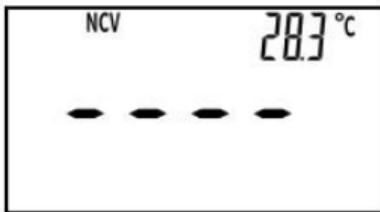

Figure 4
2. Bringt Sie den NCV-Sensor an der Markierung „“ auf der Messzange in die Nähe des zu prüfenden Objekts. Wenn das Messgerät ein durch Wechselspannung erzeugtes elektrisches Feld erkennt, blinkt die rote LED am Messgerät und das Messgerät zeigt die Intensität des erkannten elektrischen Feldes an. Die Intensität des detektierten elektrischen Feldes wird durch die Anzahl der Segmente des Balkendiagramms in der vertikalen Mitte des Displays (siehe Abbildung 4), die Blinkfrequenz der roten LED und die Frequenz des eingebauten Summers angezeigt. Je höher die Intensität des elektrischen Feldes ist, desto größer ist die Anzahl der auf dem Display angezeigten Balkensegmente, desto schneller blinkt die rote LED und desto schneller ertönt der Summer.